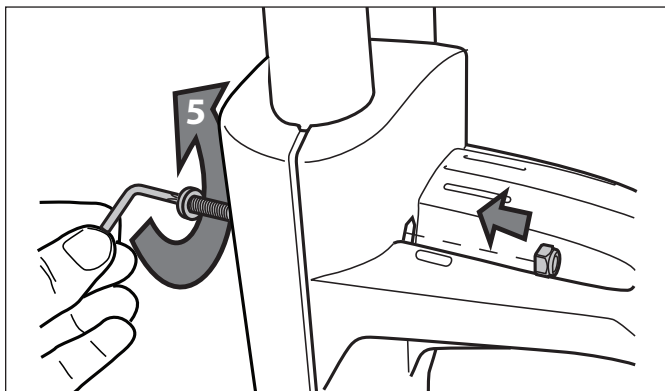

Figure 5. Fixer correctement la plaque du crochet du câble
3. Fixer solidement la plaque du crochet du câble à l'aide de deux (2) boulons et de deux (2) écrous, puis serrer avec la clé Torx. Se référer à la Figure 5.